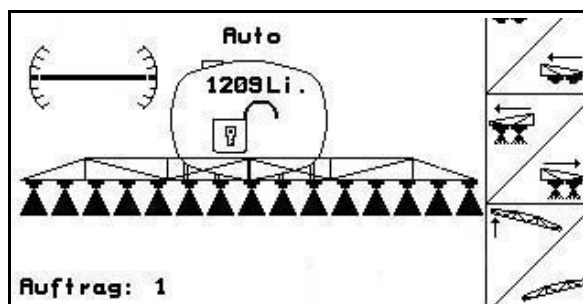

Рис. 81
- На дисплее показывается символ системы регулировки наклона (Рис. 81/1) и горизонтальное выравнивание штанг опрыскивателя.